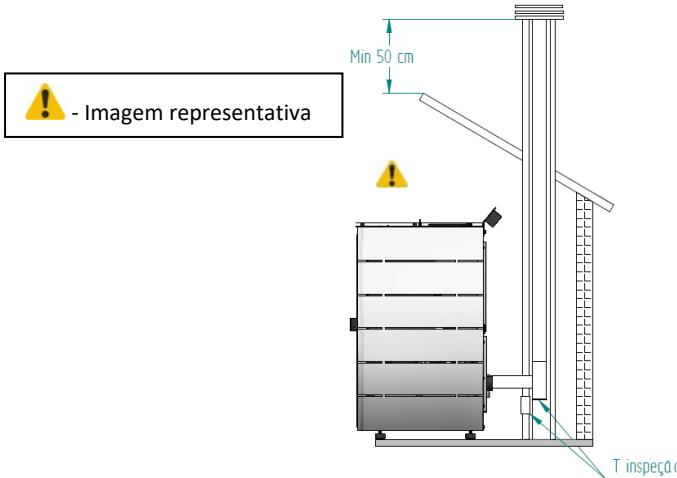

Figura 13 – Vista lateral do sistema com chaminé, com exemplo do ponto de inspeção
- Como mostra a Figura 13, a instalação da salamandra a pellets traz o tubo de exaustão diretamente para a chaminé. Se a chaminé for muito grande, recomenda-se entubar a saída de fumos com um tubo de diâmetro interno mínimo de 80 mm. Coloque um "T" na parte inferior da tubulação para inspeções periódicas e manutenção anual, como mostra a figura abaixo.